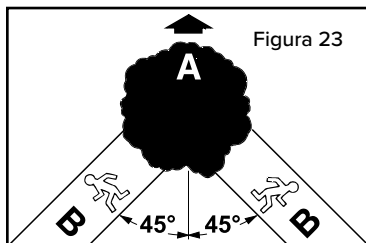

Figura 23
- A via de evacuação (b) tem um ângulo de 45° na direção inversa (a) da direção de queda da árvore (ver figura 23).